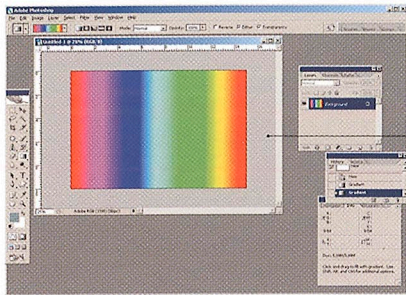

Рис. 4
- 2 Берем инструмент Gradient (линейный), выбираем вид градиента Spectrum из меню и делаем растяжку (рис. 4) от левого края документа до правого.